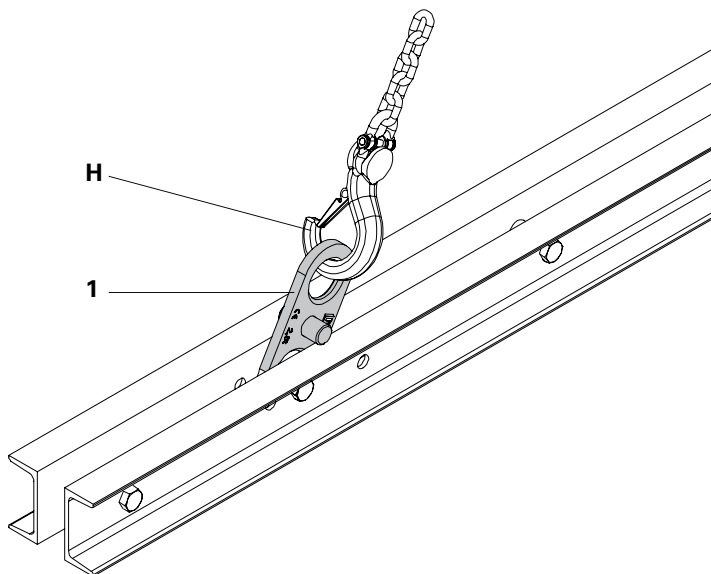

Fig. 5
Fissare il gancio (H) dell'imbracatura al foro superiore (1) della presa di sollevamento BR-2 2,5 t e chiuderlo. (Fig. 5)